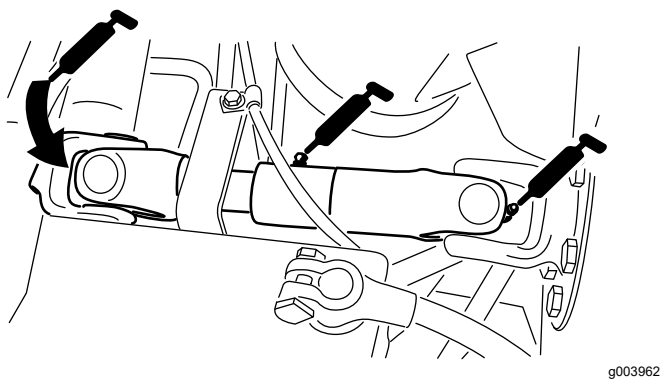

Figura 66
- Cardán del árbol de transmisión de la bomba (3) (Figura 66)